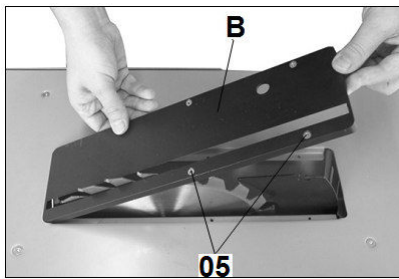

Рис. 8
Поместите вставку стола в прорезь на поверхности стола и закрепите при помощи 4 винтов (05), Рис. 8